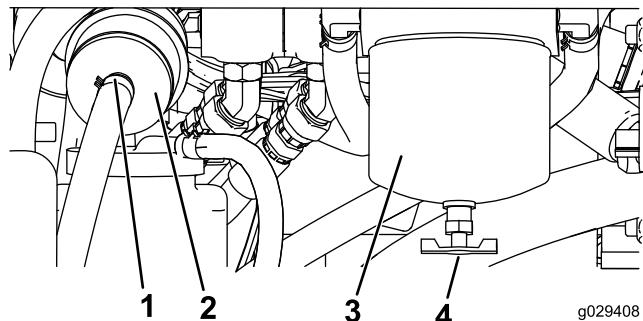

Figura 48
1. Localice el filtro de combustible en el lado trasero del motor (Figura 48), y coloque debajo un recipiente limpio.
1. Localice los filtros de combustible en el lado derecho del motor (Figura 48), y coloque debajo un recipiente limpio.
2. Limpie la zona de montaje del cartucho del filtro (Figura 48).
3. Retire el cartucho del filtro y límpie la superficie de montaje (Figura 48).
5. Instale el cartucho del filtro a mano hasta que la junta entre en contacto con la superficie de montaje, luego gírela media vuelta más (Figura 48).
6. Localice el filtro en línea detrás del cartucho del filtro de combustible (Figura 48) y observe la flecha de sentido de flujo impresa en el lateral del filtro en línea.
7. Abra las abrazaderas de cada extremo del filtro en línea y retire las mangueras del mismo (Figura 48). Deseche el filtro.
- Deslice las mangueras sobre el extremo de un filtro nuevo (Figura 48), asegurándose de que la flecha del filtro apunta en el mismo sentido que en el filtro viejo.